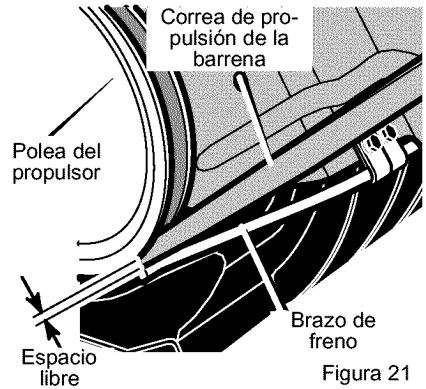

Figura 21
7. Para sacar la **correa de propulsión de la barrena** de la **polea del propulsor**, mueva el brazo guía a la posición de enganche. Esto le dará un **espacio libre** entre la **polea del propulsor** y el **brazo de freno** para sacar la **correa de propulsión de la barrena** (vea la Figura 21).